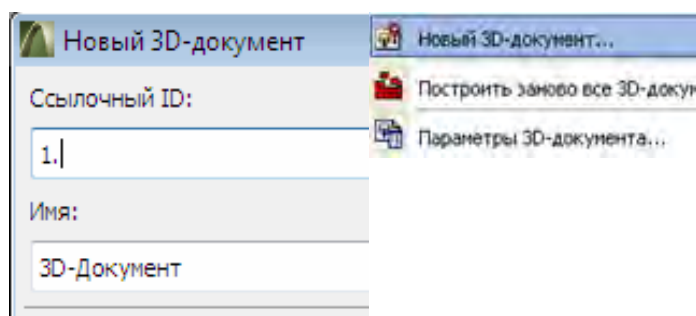

Рис. 146
5. В открывшемся диалоговом окне (рис. 146) укажите **1.** в качестве ссылочного ID и **3D-документ** в качестве имени. Затем нажмите кнопку **Создать** для создания 3D-документа. При этом создается и показывается 3D-документ. Давайте посмотрим, что собой представляют параметры документа этого типа.